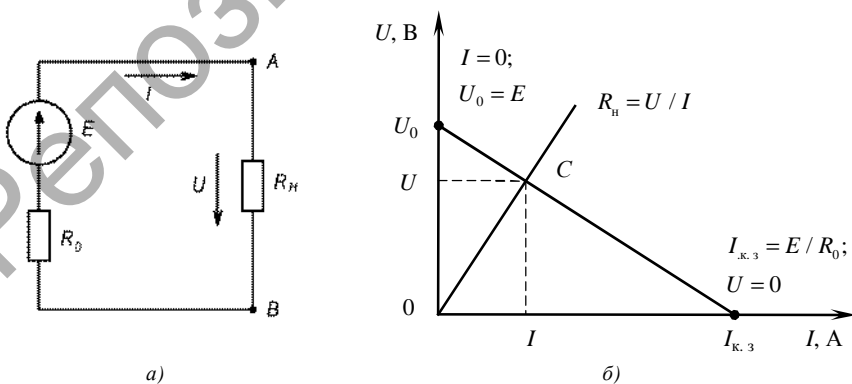

Рисунок 1.1 — Схема простейшей линейной цепи и её вольт-амперная характеристика
Графический метод расчёта цепи на основе построения вольт-амперных характеристик источника и приёмника используется для анализа режима работы источника, который характеризуется величиной ЭДС  $E$  и внутренним сопротивлением  $R_0$ , и нагрузочной части цепи с линейными и нелинейными приёмниками (рис. 1.1, *a*). В основе метода лежит построение совмещённой вольт-амперной характеристики источника и приёмника (рис. 1.1, *б*). Напряжение на выводах источника и, соответственно, на зажимах приёмника является вольт-амперной характеристикой источника, определяемой по формуле
Вольт-амперная характеристика источника (см. рис. 1.1, *б*) строится по двум точкам: точке холостого хода с координатами  $(0; U_0)$  и точке короткого замыкания с координатами  $(I_{к.з}; 0)$ .
Пересечение вольт-амперных характеристик источника и приёмника определяет рабочую точку  $C$  (см. рис. 1.1, б), по которой можно найти установившиеся значения напряжения  $U$  и тока  $I$  на приёмнике  $R_{\text{н}}$ .
**Передача максимальной мощности от источника к приёмнику** достигается в режиме согласования сопротивлений, условием которого является равенство сопротивления приёмника сопротивлению остальной части цепи. В простейшем случае (см. рис. 1.1, а)